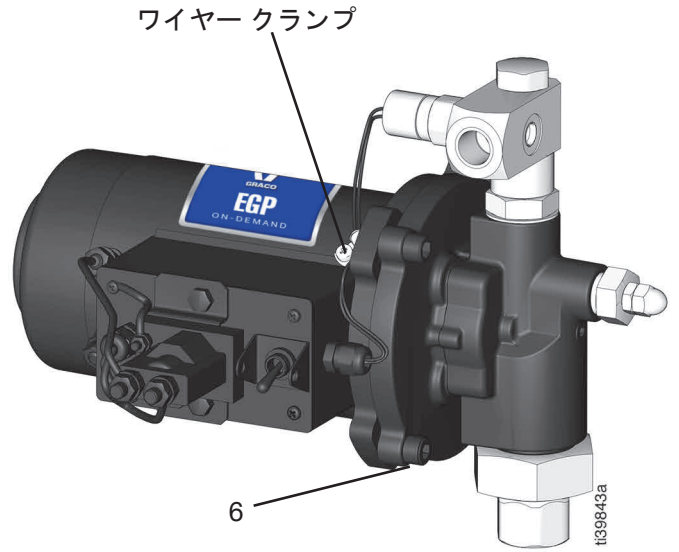

図 32
12. 圧カスイッチワイヤーをワイヤー クランプから引き抜きます (図 32)。
13. 5/16 インチ (8 mm) 六角レンチを使用して、4 本の六角ネジ (6) を取り外します (図 32)。
6. 5/16 インチ (8 mm) 六角レンチを使用して、4 本の六角ネジ (6) を取り付け、締めます (トルク 20 ft-ポンド) (図 32 参照)。